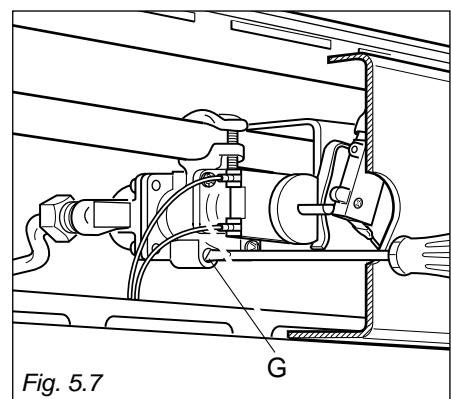

Fig. 5.7
- Regolare lentamente la vite by-pass G (fig. 5.7) fino all'ottenimento di una fiamma lunga 3-4 mm.